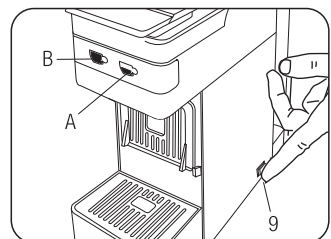

Fig.4
- Allumer la machine en actionnant l'interrupteur principal (9)(**Fig.4**)
- Les touches (A) et (B) commenceront à clignoter; après environ une minute, elles s'allument en mode fixe et la machine est prête à l'emploi (**Fig.4**)